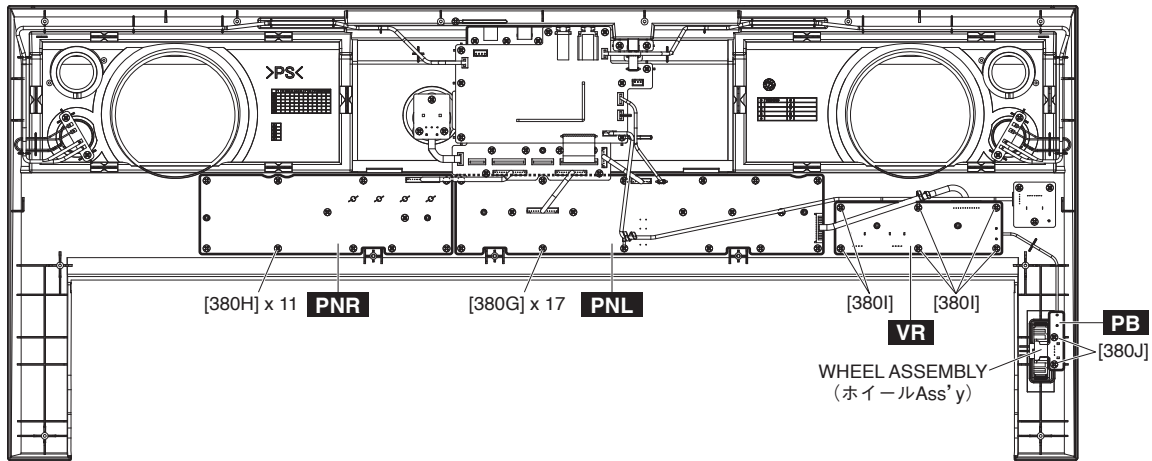

Fig. 8 (図8)
- 9-3 Remove the seventeen (17) screws marked [380G]. The PNL circuit board can then be removed. (Fig. 8)
- 10-3 Remove the eleven (11) screws marked [380H]. The PNR circuit board can then be removed. (Fig. 8)
- 11-4 Remove the six (6) screws marked [380I]. The VR circuit board can then be removed. (Fig. 8)
- 9-3 [380G] のネジ 17 本を外して、PNL シートを外します。(図 8)
- 10-3 [380H] のネジ 11 本を外して、PNR シートを外します。(図 8)
- 11-4 [380I] のネジ 6 本を外して VR シートを外します。(図 8)
- 12-1 Pull out the two (2) rotary knobs from the control panel.
- 12-5 Remove the two (2) screws marked [380J]. The PB circuit board can then be removed with the wheel assembly attached. (Fig. 8)
- 12-5 [380J] のネジ 2 本を外して、ホイール Ass'y が付いた状態で PB シートを外します。(図 8)